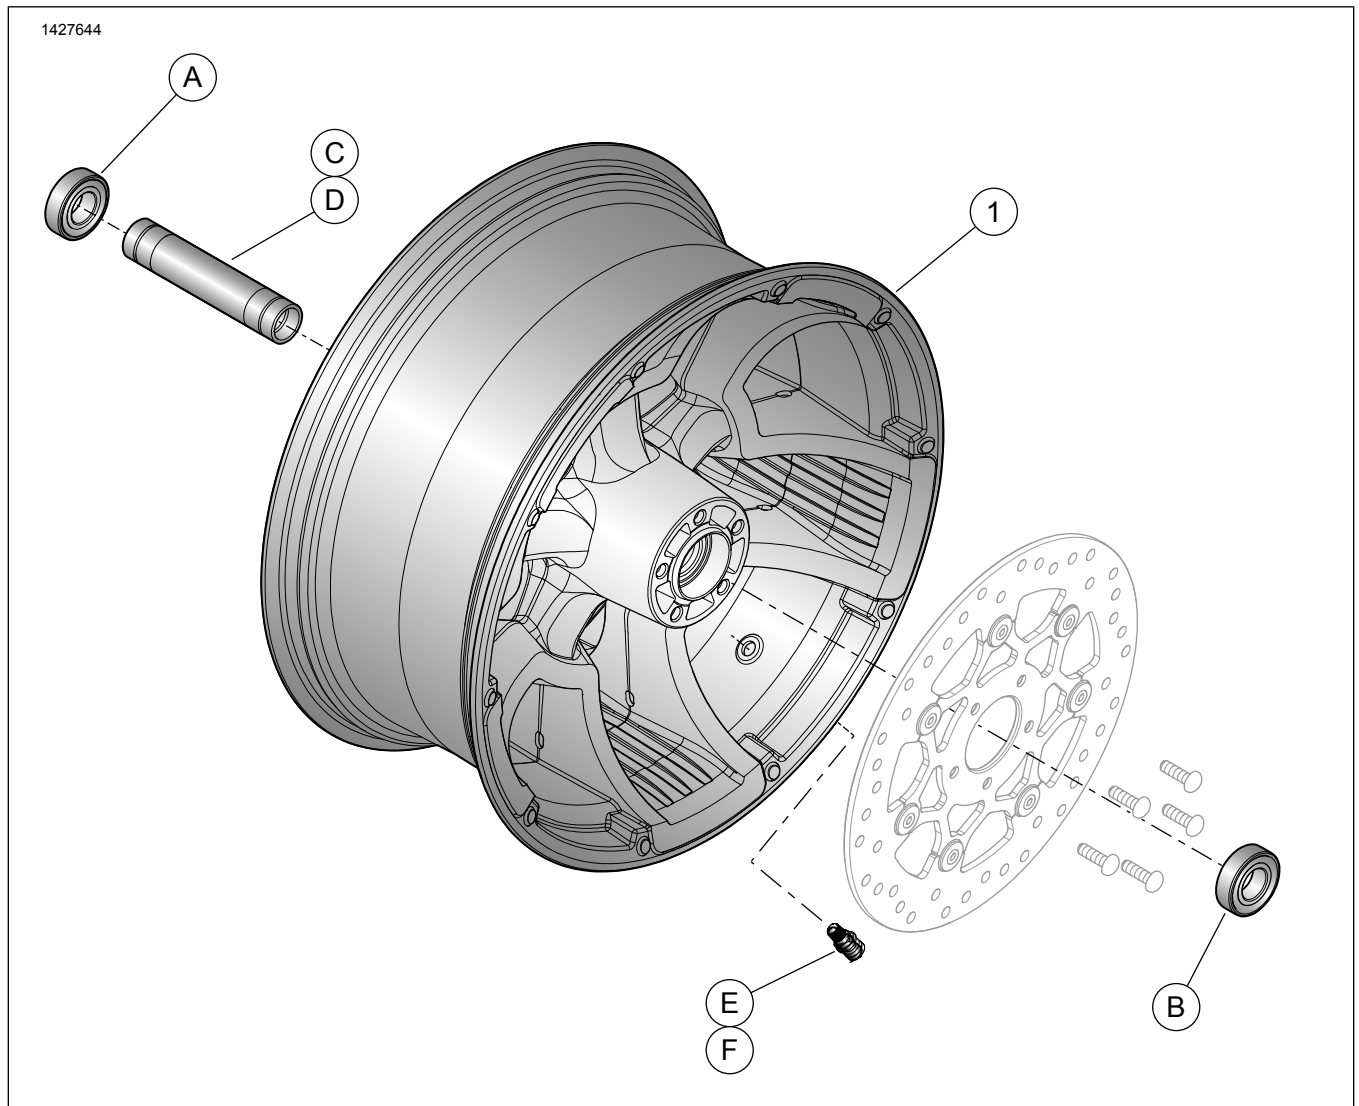

Figura 1. Componente de service: Roți din spate (afișate 16 inci)
Consultați Figura 1 și Tabelul 3.
2. Figura 1 Montați pe roată ansamblul tijei supapei. Consultați Manualul de service pentru PNEURI.